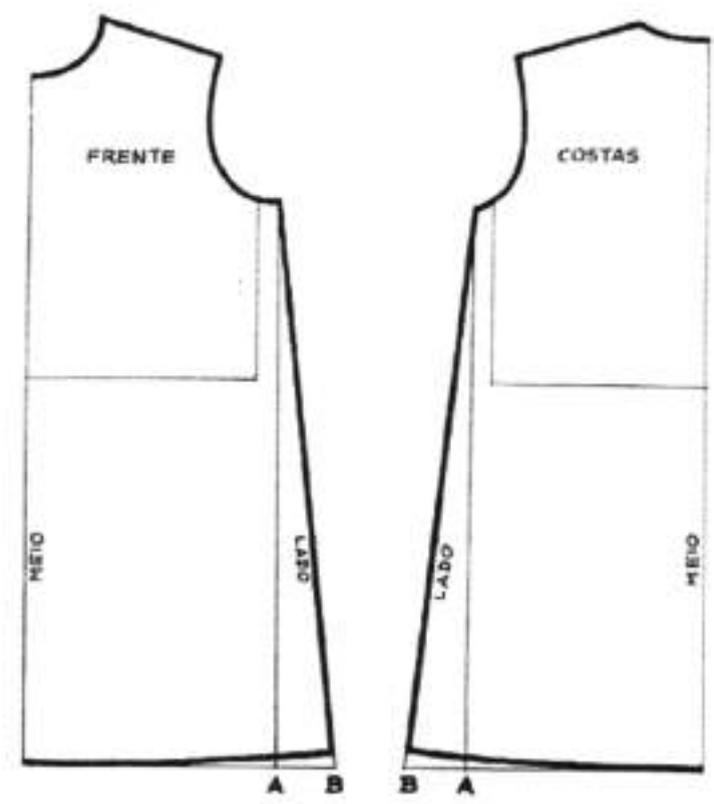

Figura 2
1. O evasé dado apenas nas costuras laterais - para isso marque em baixo tanto na frente como nas costas 4 a 6 cm, de **A** para **B** (Figura 2).